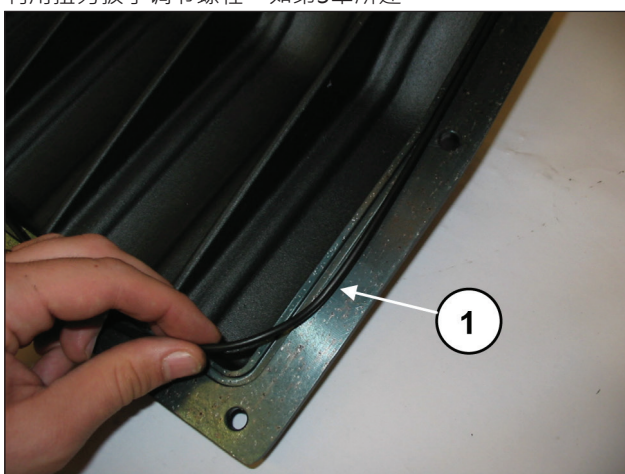
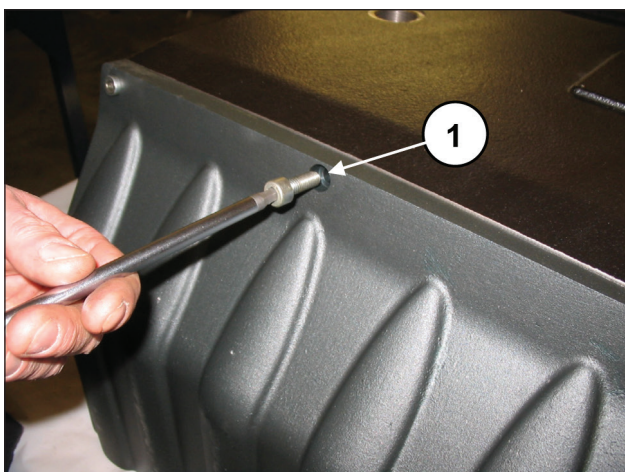

图 92
图 93
将O形圈插入后盖 (①·图 92) 并通过10个M8x20螺栓固定到泵壳 (①·图 93)。